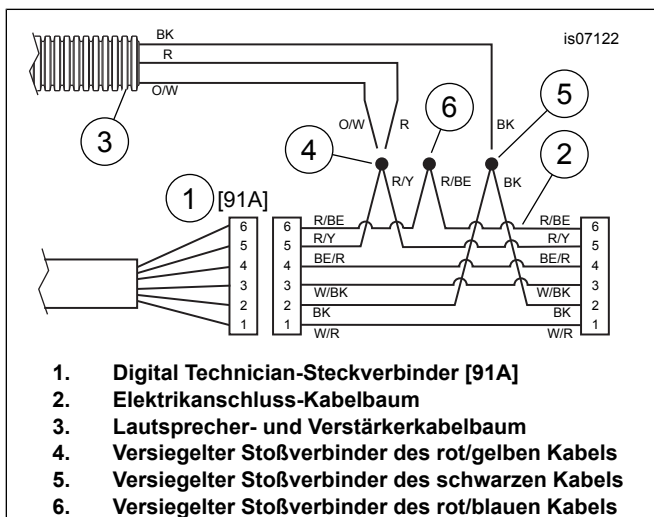

Abbildung 4. Stromlaufplan, Lautsprecher-/Verstärkerkabelbaum an Elektrikanschluss-Kabelbaum
- a. Siehe Abbildung 4. Den Digital Technician-Steckverbinder [91A] (Teil 1, ein grauer, sechspoliger Deutsch-Pinsteckverbinder mit einer Gummimanschette) unter dem Sitz aufsuchen. Den Kabelbaum (2) für den Elektrikanschluss beim Steckverbinder des Digital Technician positionieren, diese aber jetzt noch NICHT miteinander verbinden.
- b. Den Lautsprecher- und Verstärkerkabelbaum (3) zum Elektrikanschluss-Kabelbaum verlegen. Die Lautsprecher- und Verstärkerkabel ablängen, sodass die versiegelten Stoßverbinder (4 und 5) am Kabelbaum für den Elektrikanschluss leicht zu erreichen sind.
- c. Das rote und das orange/weiße Lautsprecher- und Verstärkerkabel mit dem versiegelten Stoßverbinder des **rot/gelben** Kabels (4) im Elektrikanschluss-Kabelbaum verspleißen.
- d. Das schwarze Lautsprecher- und Verstärkerkabel mit dem versiegelten Stoßverbinder des **schwarzen** Kabels (5) im Elektrikanschluss-Kabelbaum verspleißen.
- f. Mit dem Heizstrahler das offene Ende des versiegelten Stoßverbinders (6) auf den **rot/blauen** Kabeln im Elektrikanschluss-Kabelbaum versiegeln.
4. Ausführliche Anweisungen zu versiegelten Stoßverbindungen sind im Werkstatthandbuch zu finden. Wenn der Kabelbaum (Teile-Nr. 69200722) bisher verspleißt war, vorhandene Spleiße abschneiden. Siehe Abbildung 4 für mehrfache Spleißanordnung. Wenn der Kabelbaum (Teile-Nr. 69200722) bei einem früheren Einbau verspleißt wurde, sicherstellen, dass der 8-polige Molex-Steckverbinder vom Fahrzeug-Steckverbinder [4] abgeklemmt wird.